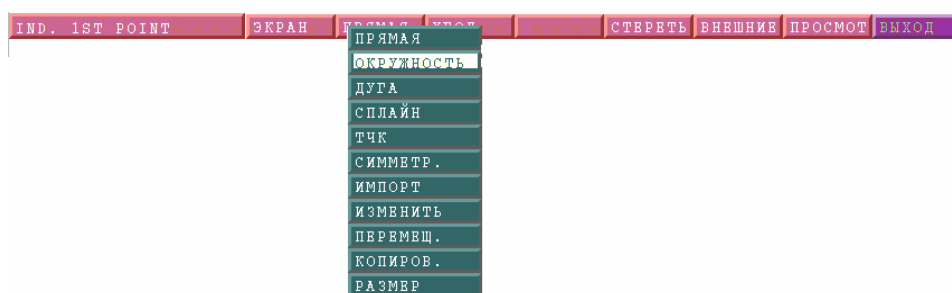
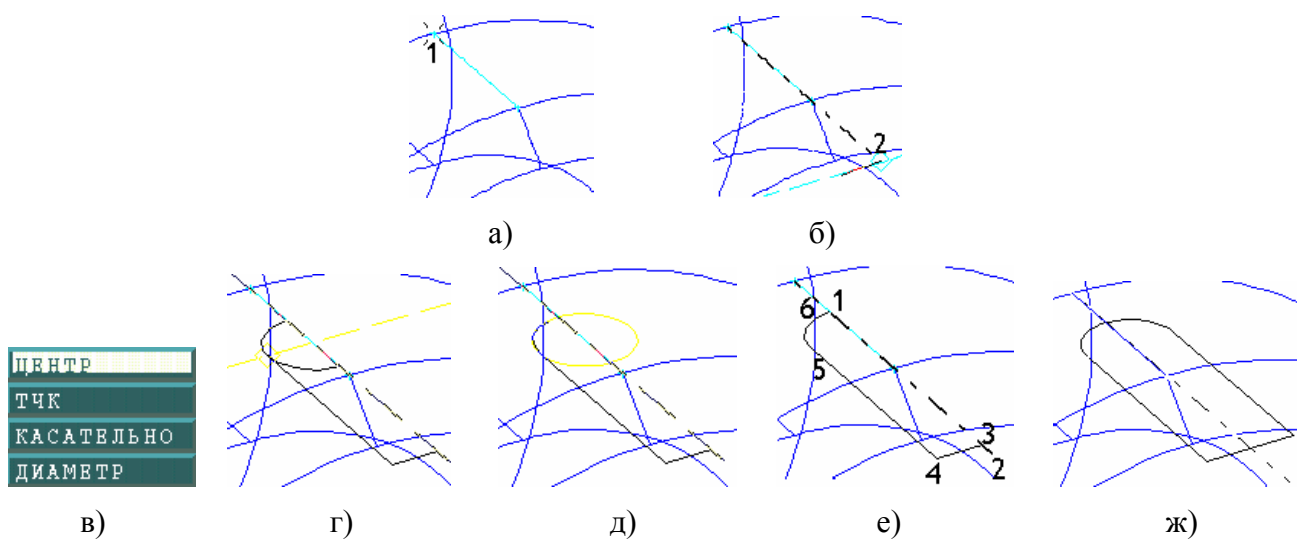

Рисунок 7 – Меню эскизника
Рисунок 16 – Построение эскиза шпоночного паза с помощью пункта симметрия
1.4.6.1. Система предлагает указать первую точку. По умолчанию устанавливается опция **ПРЯМАЯ** (рисунок 7). Для того чтобы указать точку, щелкаем кнопкой **<PICK>** в любом месте экрана.
- 1.4.6.4. Если построение эскиза закончено, то выбираем пункт меню эскизника **ВЫХОД** (рисунок 7).
1.5.9.2. В открывшемся меню выбираем пункт меню **СИММЕТР.** (рисунок 7).
1.5.9.3. В качестве оси симметрии используется ребро, лежащее на вспомогательной плоскости. Наводим курсор на первую точку ребра (при этом появляется привязка – крестик) и нажимаем кнопку <PICK> (рисунок 16а). Затем наводим курсор на вторую точку оси симметрии до появления привязки в виде сигнальной линии и нажимаем кнопку <PICK> – ось симметрии построена (рисунок 16б). Вторую точку указываем немного дальше для того, чтобы «захватить» фаску.
1.5.9.5. Система просит указать первую точку эскиза паза, указываем точку на оси симметрии – точка 3. «Тянем» линию до точки 4 (рисунок 16е), при этом появляется сигнальная линия, нажимаем кнопку **<PICK>**. Затем точно так же указываем точку 5 (рисунок 16е).
1.5.9.6. Для того, чтобы построить дугу, нажимаем кнопку пункта меню под названием **ДУГА** (рисунок 7). Дугу начинаем строить от точки 5. Нажимаем правую кнопку мыши и выбираем привязку **ЦЕНТР** (рисунок 16в). Центр будет лежать на оси симметрии. Наводим курсор мыши так, чтобы центр окружности лежал на пересечении двух сигнальных линий: одна линия проходит через точку 5, а другая проходит через ось симметрии (рисунок 16г). После этого «тянем» дугу до оси симметрии (точка 6) – появится сигнальная линия (рисунок 16д) и нажимаем кнопку **<PICK>** (рисунок 16е).
1.5.9.7. Нажимаем кнопку меню эскизника **ВЫХОД** – система сама достроит половину паза (рисунок 16ж).